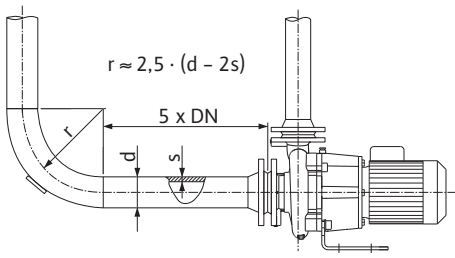
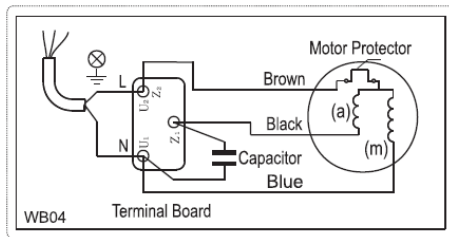

Fig. 4: Kevennysmatka ennen pumppua ja pumpun jälkeen
Fig. 5: 1-vaihevirtaliitântä
- Verkkoliitântä riippuu moottoritehosta P_2 , verkkojännitteestä ja käynnistystavasta. Katso tarvittava yhdyssillojen kytkentä liitântäkoteloon seuraavasta taulukosta sekä kuvista Fig. 4 ja Fig. 5.